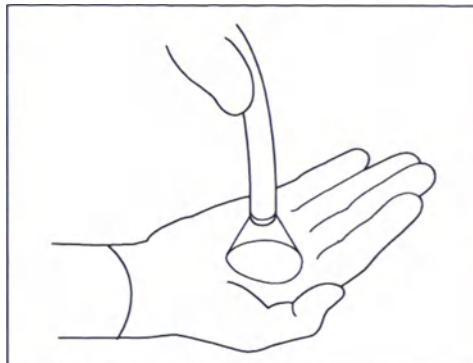

Рис. 3.23
- 2 Удостоверьтесь в том, что свет выходит из дистального конца эндоскопа. (см. рис. 3.23)